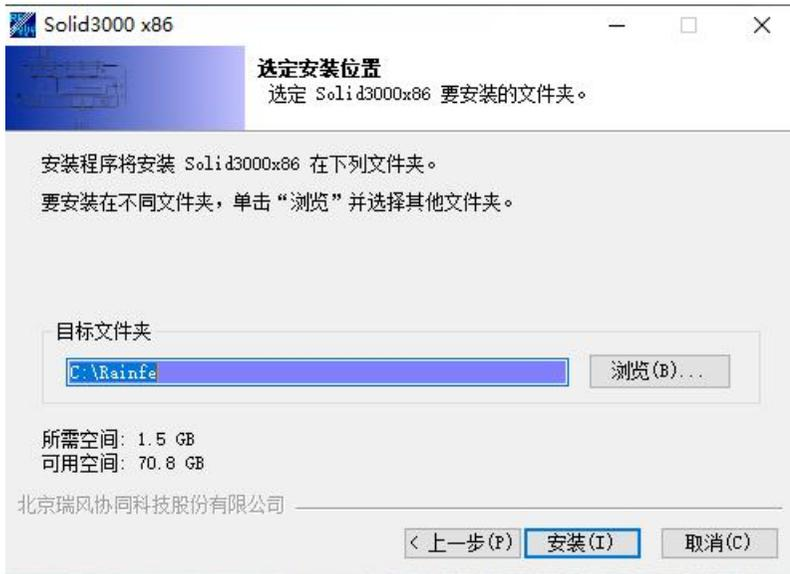

图 1-2 选择目标位置
5) 在安装过程中的“选择目标位置”对话框中, 程序将提示软件的安装目录。如果您要设置专门的目录, 那么就请单击【浏览】按钮, 在文本框中键入完整的目录名, 单击【确认】按钮即可。如果您不指定专门的目录, 直接单击【下一个】按钮即可, 如图 1-2: